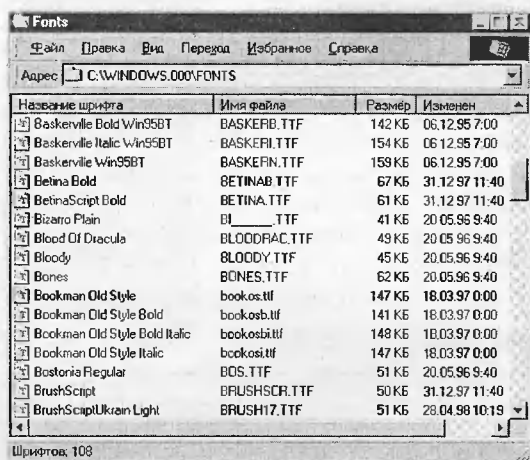

Рис. 1.33. Режим отображения шрифтов *Таблица*
- **таблица** – в этом режиме, кроме названия шрифта, выводятся подробные сведения о нем: имя файла шрифта, его размер, дата и время создания (см. рис. 1.33).